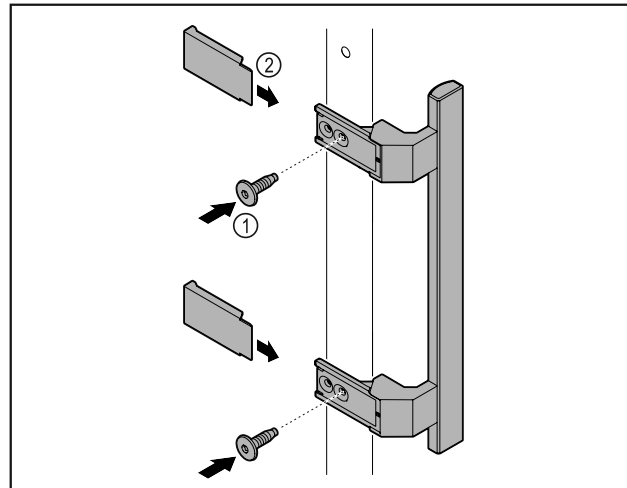

Fig. 2
- ▶ Монтирайте дръжката от пакета с принадлежности с приложените винтове Fig. 2 (1) на вратата.
- ▶ Нахлузете капака Fig. 2 (2).